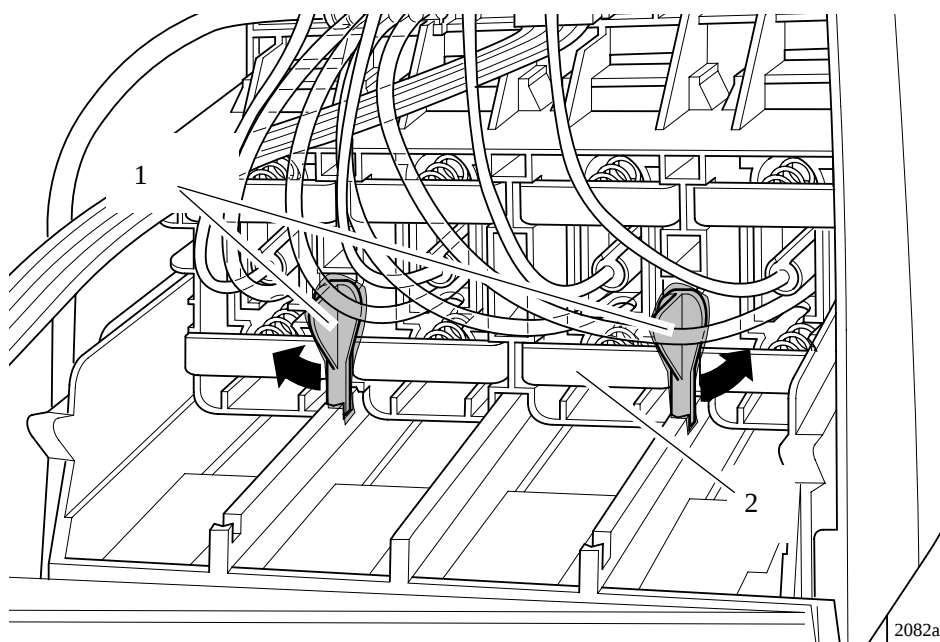

図 58 : ラッチ
- 9 インク カートリッジ チューブ コネクタ (部品2) の背面に付いている2個のラッチ (部品1) を外側にひねります。これで、アセンブリ全体が外れます (図58参照)。